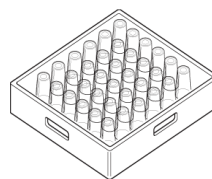

Fig.23
- 6- Placer les tasses et les verres retournés vers le bas. (Fig.23)